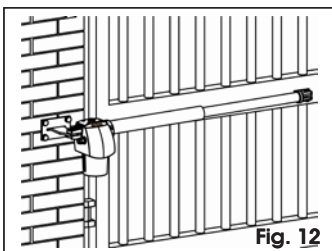

Fig. 12
- ⚠ De aandrijving G-BAT ENV is in zowel de linkse als de rechtse versie beschikbaar. De aandrijving moet altijd worden geplaatst zoals aangegeven in Fig. 12. Met de rechtse aandrijving wordt bedoeld de aandrijving die, als u naar de poort kijkt vanaf de kant waar de aandrijving wordt geïnstalleerd, rechts van de vleugel zit (of op de rechtere vleugel in geval van toepassingen met twee motoren). De motor die dus aan de linkerkant (of op de linkervleugel) zit wordt als linkse aandrijving geïdentificeerd.**